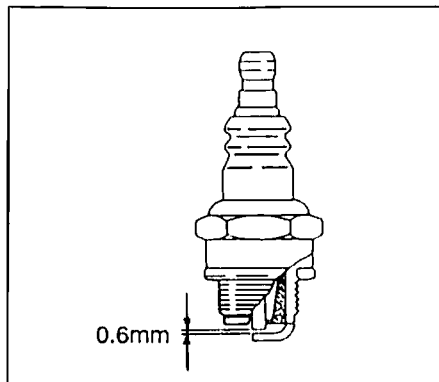

Fig. 3-3
En Spark plug (Fig. 3-3)
Fr Bougie (Fig. 3-3)
- Sp) Bujía (Fig. 3-3)**